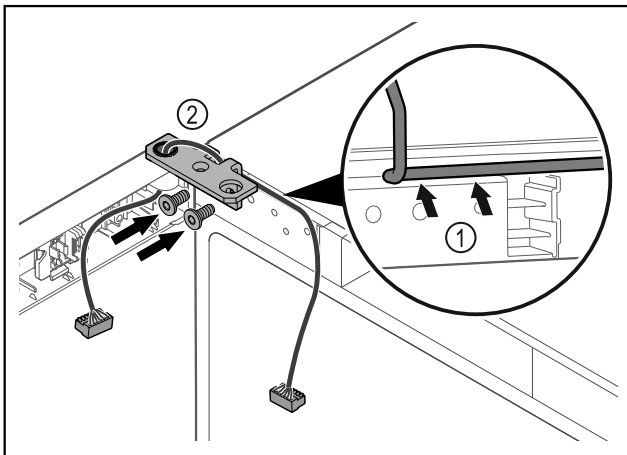

Fig. 41
- ▶ Περάστε το καλώδιο μέσα από το άνοιγμα της γωνίας μεντεσέ και τοποθετήστε το προσεκτικά Fig. 41 (1).
- ▶ Βιδώστε τη γωνία μεντεσέ Fig. 41 (2).